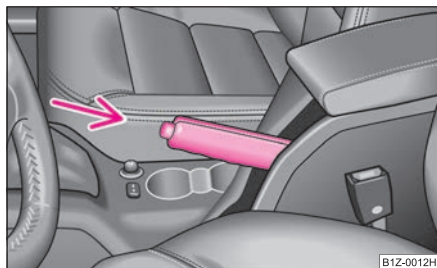

Fig. 134 Consola centrală: Frâna de staționare
- Acționați maneta puțin în sus și **în același timp** apăsați butonul de blocare ⇒ fig. 134.